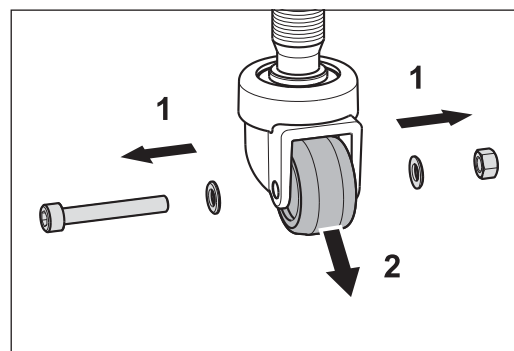

Abb. 80 Die Schraube, die Scheiben und die Mutter entfernen (1) und das Laufrad aus der Radgabel ziehen (2).
- Entfernen Sie von der Radgabel die Schraube mit den Scheiben und der Mutter (Abb. 80, 1).
- Ziehen Sie das Laufrad aus der Radgabel (Abb. 80, 2)